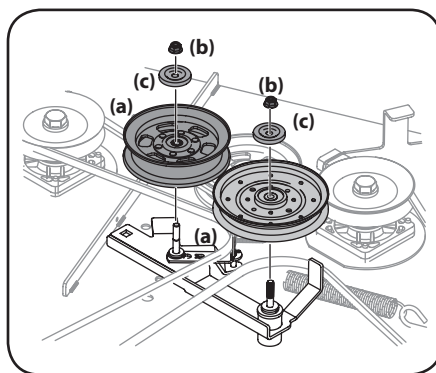

Figure 4-7
3. Pour retirer les deux poulies de tension (a), enlevez les écrous autobloquants à bride (b) et les capuchons (c) qui les retiennent au plateau de coupe et au bras de renvoi. Voir Figure 4-7. Veillez à ne pas perdre de pièce lorsque vous retirez les écrous autobloquants à bride (b).